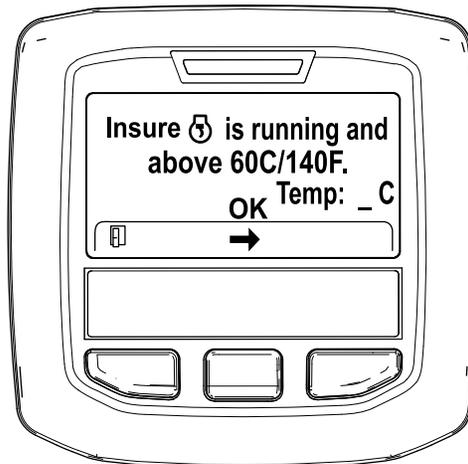

Рисунок 47
5. Если температура охлаждающей жидкости ниже 60 °C (140 °F), появится сообщение «Insure is running and above 60C/140F» («Убедитесь, что двигатель работает и температура выше 60 °C / 140 °F»). (Рисунок 47).